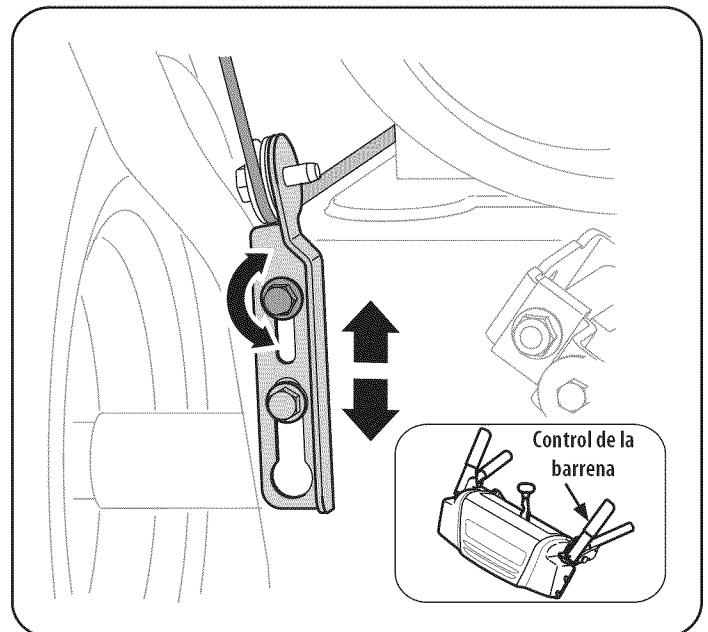

Figura 17
1. El control de la barrena se encuentra en el mango izquierdo. Consulte la Figura 17 el recuadro. Cuando se suelta el control de la barrena y está en posición desengranada arriba, el cable debe tener muy poco juego. NO debe estar tenso.
4. Deje la barrena engranada durante aproximadamente diez (10) segundos antes de soltar el control de la barrena. Repita esta operación varias veces.
8. Ubique la ménsula hacia arriba para brindar más juego (o hacia abajo para aumentar la tensión del cable). Vea la Figura 17.